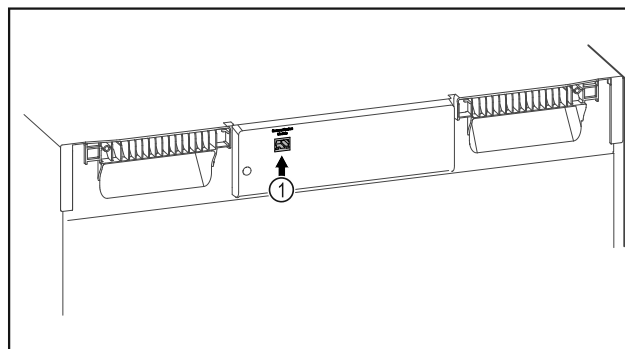

Fig. 88
- SmartModule Fig. 88 (1) on otettu käyttöön.